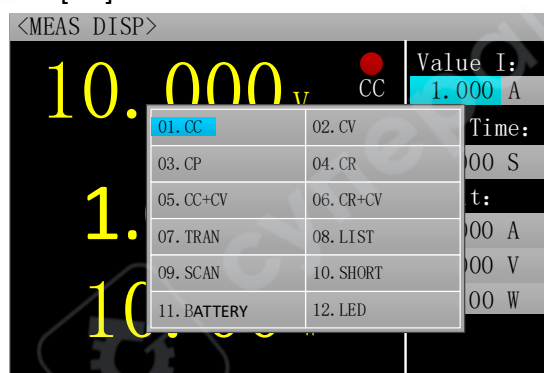

Рисунок 2.6. Выбор режима
Электронная нагрузка может работать в следующих базовых режимах измерения: режим постоянного тока (CC), режим постоянного напряжения (CV), режим постоянного сопротивления (CR), режим постоянной мощности (CP), режим перехода с постоянного тока на постоянное напряжение (CC+CV) и режим перехода с постоянного сопротивления на постоянное напряжение (CC+CR). Параметры всех шести режимов можно настроить в режиме измерения. В любом режиме измерения нажмите клавишу [MODE] для перехода в меню выбора режима, как показано на рис. 2.6.